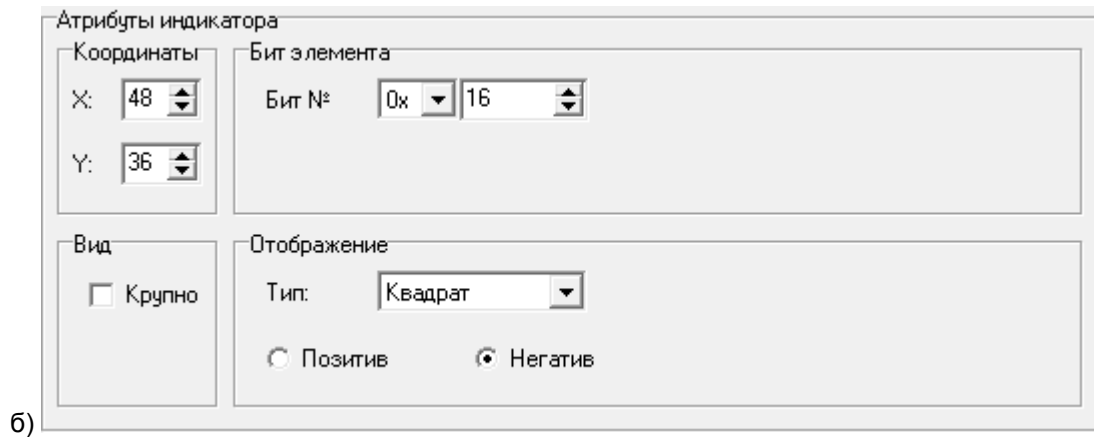

Рисунок 7.15 – Атрибуты индикаторов (а – «D1», б – «D2»)
28. Используя элемент «Индикатор», создать поля индикаторов «D1» и «D2». Приемы работы с элементом описаны в п. 4.8. Значения атрибутов индикаторов см. рисунок 7.15, а, б.